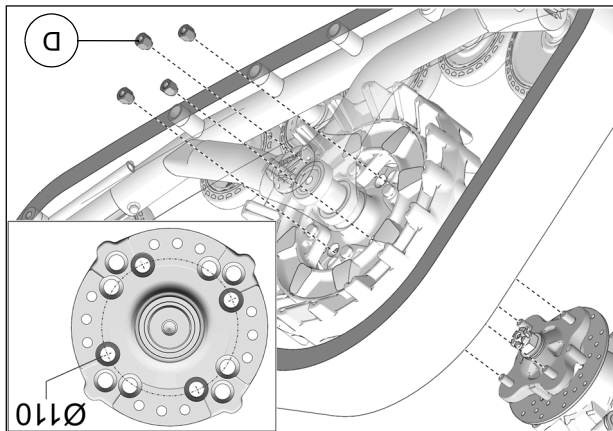

Fig. 11
9. Fixer le système de traction au moyeu de roue arrière. Utiliser le cercle de perçage de  $\varnothing 110\text{mm}$  et les écrous de roue (D) fournis. Voir Fig. 11